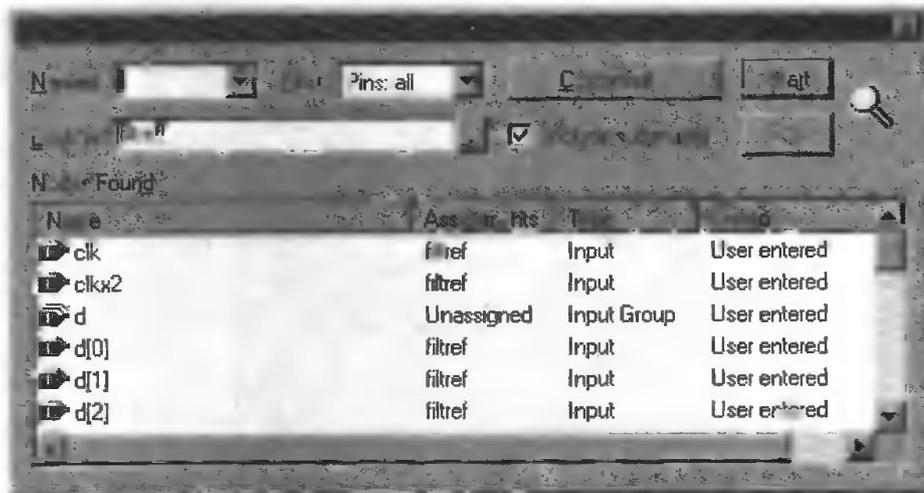

Рис. 3.65
3. Для поиска узлов нажмите кнопку **Start** (старт) (рис. 3.65).